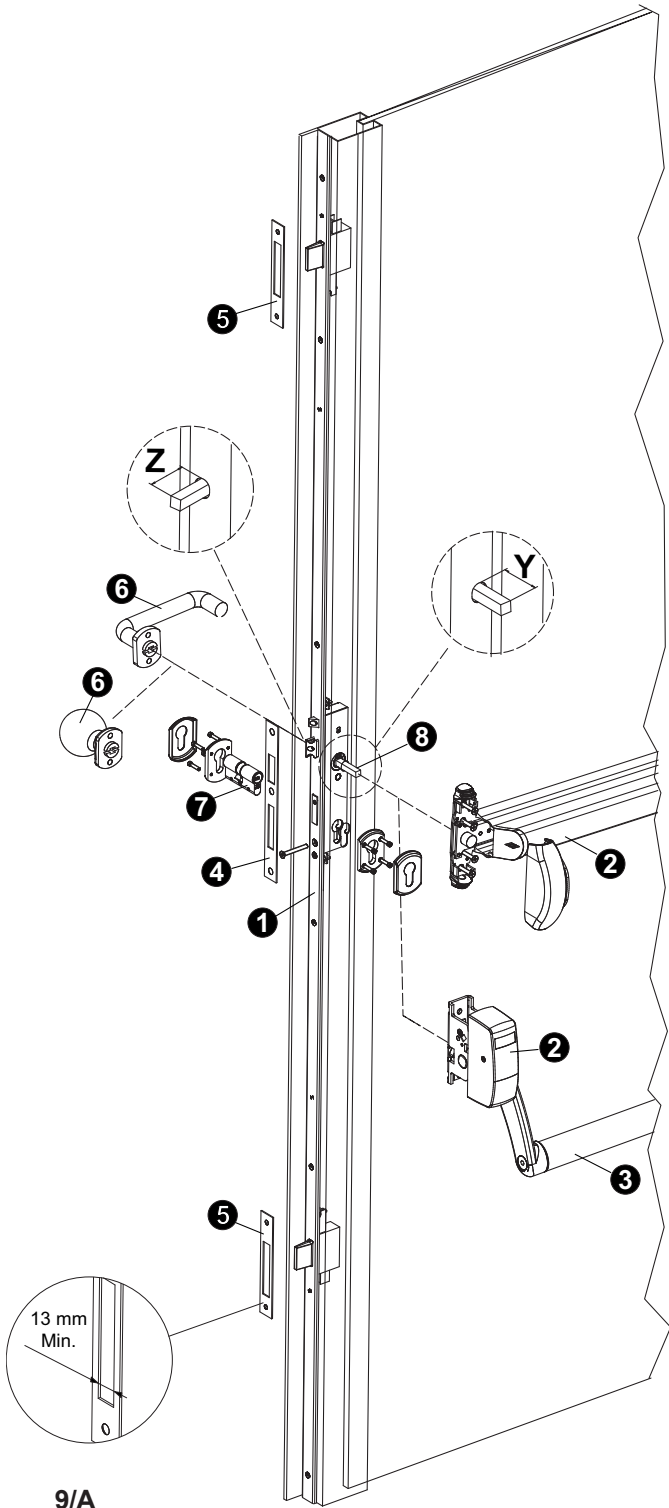

FIG. 9
Advertencia: El SISTEMA, certificado según la directiva 89/106/CE en conformidad con la Norma EN 1125:2008 para las salidas antipánico, debe estar compuesto e instalado con los artículos previstos por CISA (Fig. 9 - tabla 9/A - componente 6 opcional); además, es necesario verificar que hayan sido respetadas las condiciones de regulación del punto 2. Se adjunta el facsímil de los certificados N.º 122 AD y 123 AD, 130 AD y 135 AD, en los que se indican los códigos de los componentes combinables con el sistema CISA.
b) Realice la instalación del sistema de cierre según el esquema de la Fig. 9.
- utilice solo cilindros con leva DIN (Fig. 9/A);
- utilice contraplacas con una anchura mínima para el paso del cerrojo de 13 mm (Fig. 9).
c) Instale el perno cuadrado (de calidad superior o equivalente a FE360 galvanizado), definiendo la parte que sobresale del borde de la puerta (Fig. 9).